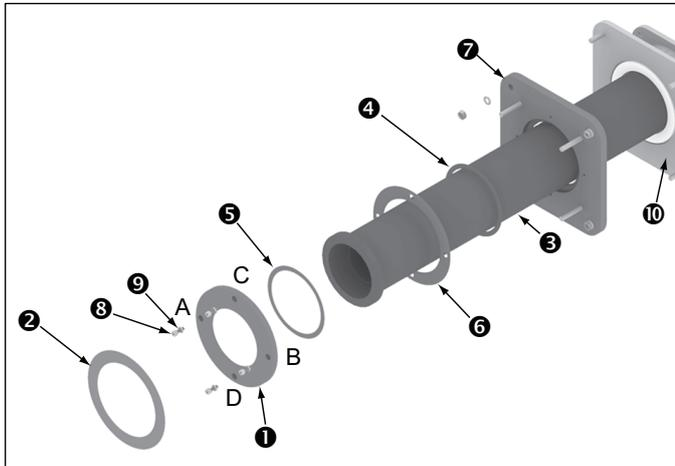

Abbildung 3.11
Das horizontale Keramikrohr sollte wie nachfolgend eingebaut werden. Bitte beachten Sie Abbildung 3.11 mit den aufgeführten Bauteile-Nummern:
- c. Ziehen Sie die Schrauben mit einem Schraubenschlüssel in der folgenden Reihenfolge fest an: A, B, C, D (siehe Abbildung 3.11.)